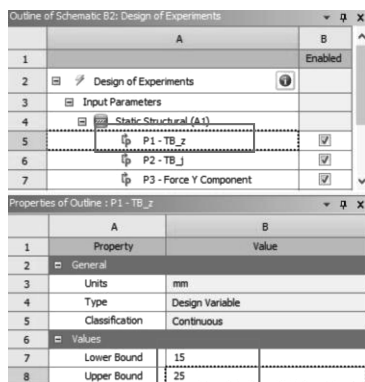

图 12-12 试验设计模型参数设置
(1) 将响应面驱动优化模块【Response Surface Optimization】拖入项目流程图，该模块与参数空间自动连接。
(2) 在响应面驱动优化中，双击试验设计【Design of Experiments】单元格。
(3) 在大纲窗口中，单击 P1 参数，【Outline of Schematic B2: Design of Experiments】→【Properties of Outline A5: P1-TB_z】→【Values】→【Lower Bound】= 15，【Upper Bound】= 25，如图 12-12 所示。